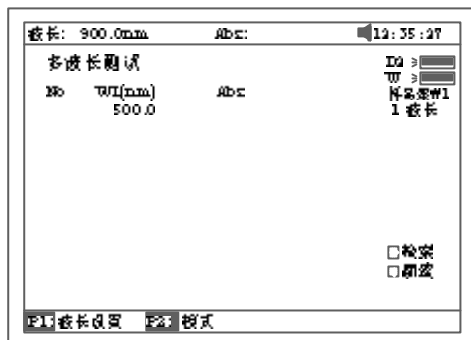

图 68
主界面中按【6】直接进入“多波长测量”界面如图 68 所示。按【ESC/STOP】退回到主界面..
- b. 图 68 中，按【LOAD】键，再按【】或【】键选择后缀扩展名为***.mul 的文件，按【ENTER】确认即调出已存的测试结果